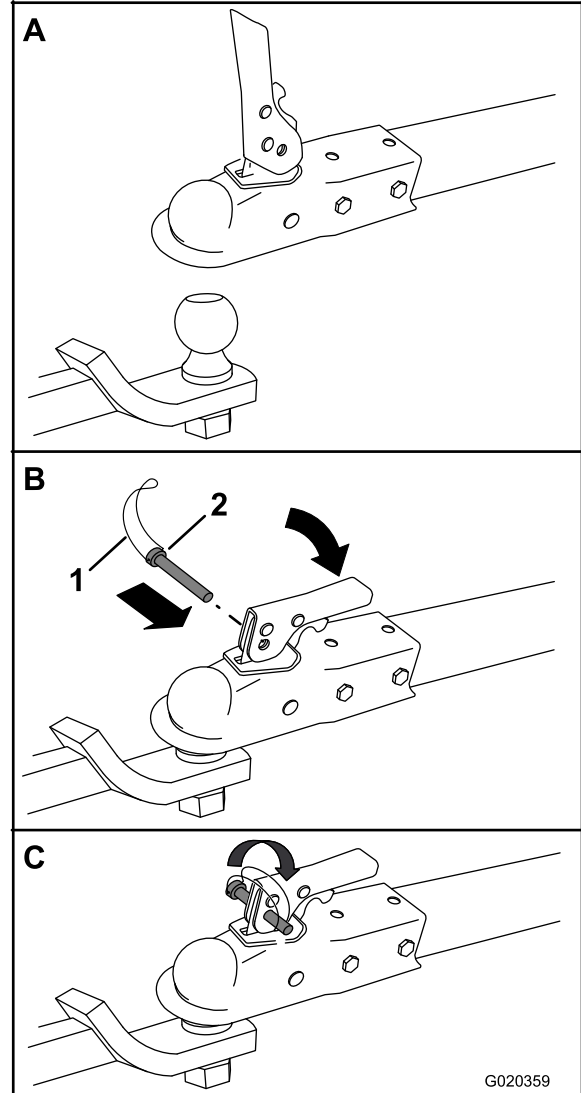

Figure 17
2. Ouvrez le verrou de la tête d'attelage (Figure 17).
3. Placez la tête d'attelage au sommet de la boule d'attelage (Figure 17).
4. Fermez le verrou de la tête d'attelage (Figure 17).
5. Ouvrez le bras de la goupille de sécurité et insérez la goupille dans le trou du verrou (Figure 17).
6. Rabattez l'extrémité libre du bras sur le côté de la goupille de sécurité qui dépasse du verrou (Figure 17).